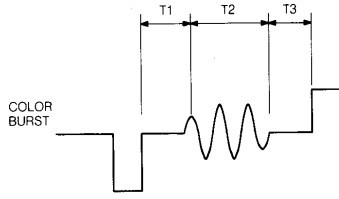

Fig. 1
- Regel de tijd T2 van het burst-sigitaal (zie fig. 1) af op 2,5 - 3 μ s, door middel van VR301. T1 en T2 moeten dan 0,2 - 0,3 μ s zijn.